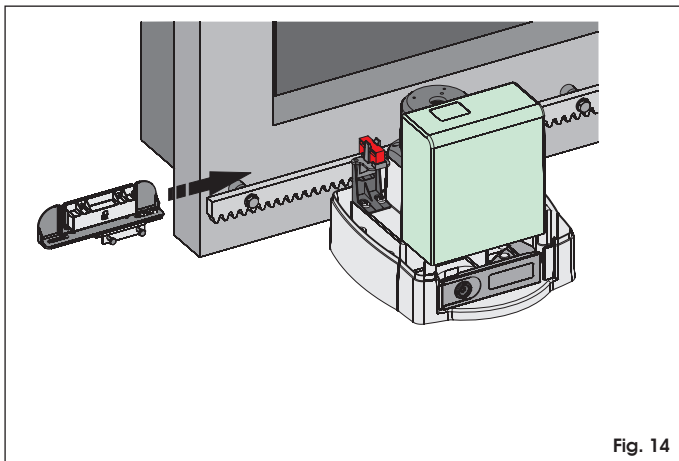

Fig. 14
4. Coulisser sur la crémaillère l'aimant avec le cadenas ouvert dans la direction d'ouverture, jusqu'à ce qu'il soit détecté (voir figure 14). Faites ensuite avancer l'aimant 10 mm et fixez le temporairement avec les vis spécifiques.